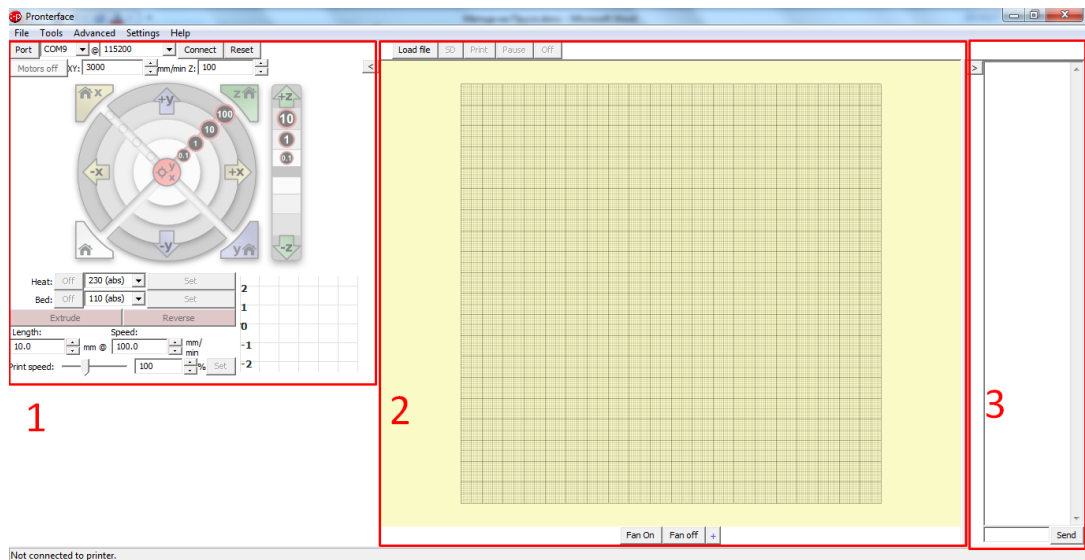

Рис. 3.1 Робоча панель до Pronterface
1. Для початку інсталуємо ще одну, не складну, програму (Pronterface). Якщо проблем з встановленням не виникло, то після запуску програми перед вами з'явиться наступне вікно Рис. 3.1